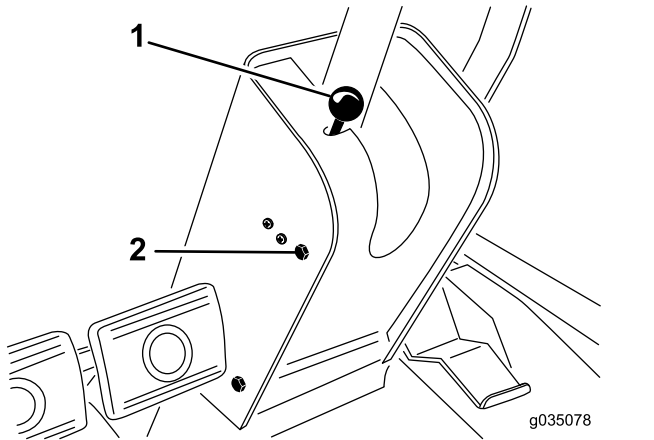

Bild 26
1. Nehmen Sie das Handrad von der Feststellbremse und die Schrauben von der Abdeckung der Lenksäule ab (**Bild 26**).